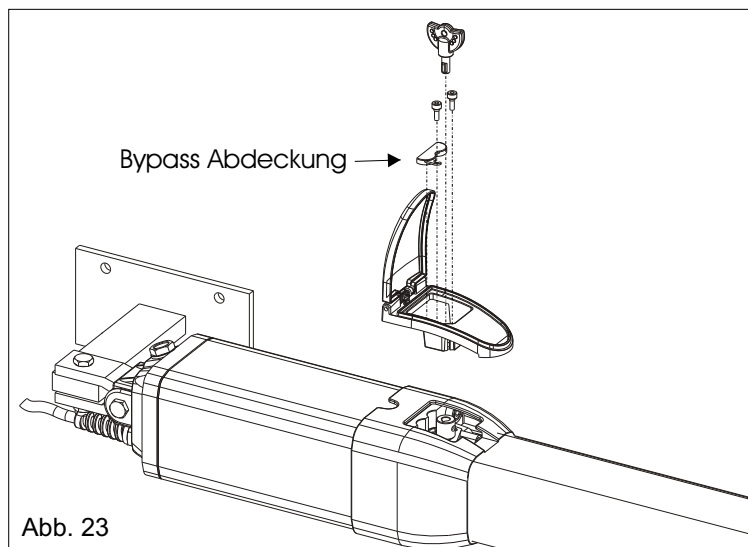

Abb. 23
- 1) Den Antrieb entriegeln (wie in Abb. 23 auf Seite 11)
- Die Einheit entriegeln (wie in Abb.23 auf Seite 11)
ACHTUNG: Erst nach Beendigung aller Installationsarbeiten, Montage der Kolbenabdeckung und Eichung der Bypass Schrauben kann die Montage der Plastikentrieglung (wie in Abb. 23) durchgeführt werden.